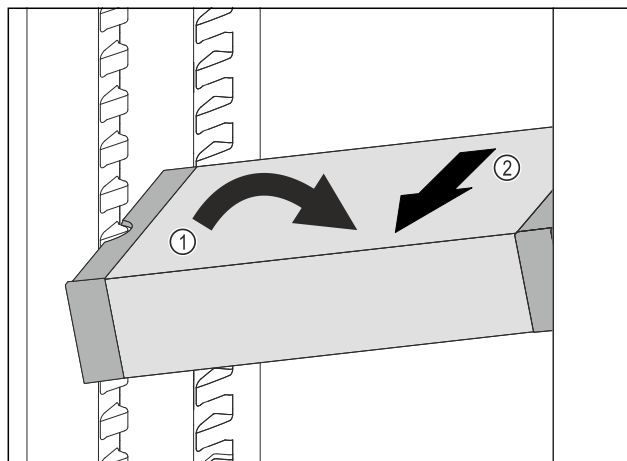

Fig. 47
- ▶ VarioSafe ustawić w chłodziarce pod skosem. Fig. 47 (1)
- ▶ VarioSafe wyjąć do przodu. Fig. 47 (2)